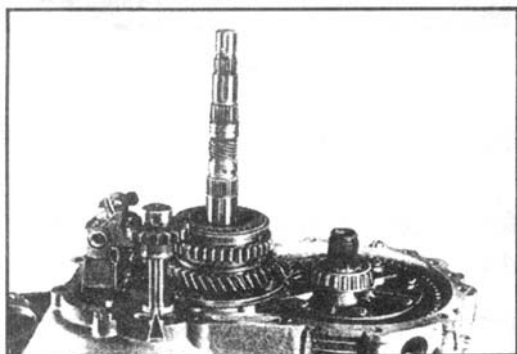

图 4-34 安装变速器（三）
(3) 将倒档惰轮及惰轮轴安装在离合器壳体上，如图 4-34 所示。